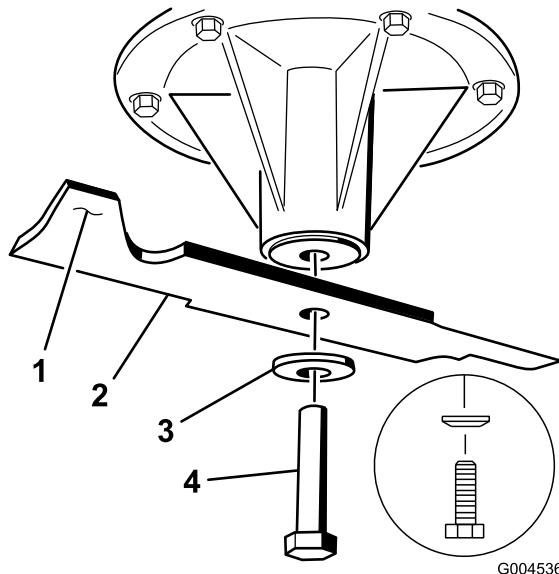
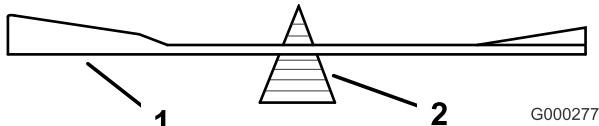

Bild 91
Bild 93
2. Entfernen Sie die Messerschraube, Wellenscheibe und das Messer von der Spindelwelle (Bild 91).
- Überprüfen Sie die Auswuchtung des Schnittmessers auf einer Ausgleichsmaschine (Bild 93). Wenn das Schnittmesser in seiner horizontalen Position bleibt, ist es ausgewuchtet und kann wiederverwendet werden. Feilen Sie, wenn das Schnittmesser nicht ausgewuchtet ist, vom Flügelbereich des Messers etwas Metall ab (Bild 91). Wiederholen Sie diesen Vorgang, bis das Messer ausgewuchtet ist.